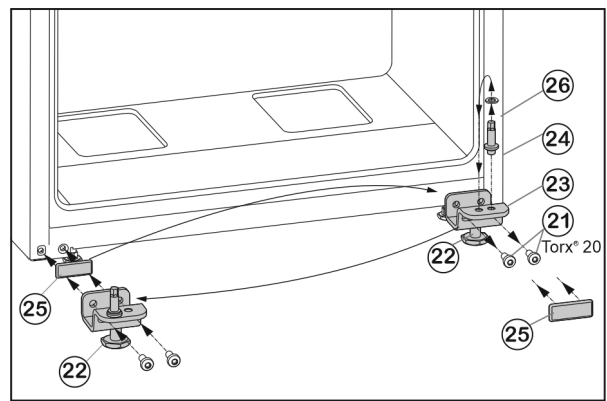

Fig. 7
- ▶ Викрутіть гвинти кріплення Fig. 7 (21).
- ▶ Зніміть нижній опорний кронштейн Fig. 7 (23) разом із гвинтом Fig. 7 (24), шайбою Fig. 7 (26) та установочною ніжкою Fig. 7 (22).
- ▶ Відкрутіть гвинт Fig. 7 (24) разом із шайбою Fig. 7 (26), переставте їх у протилежний отвір опорного кронштейна та знову закрутіть.
- ▶ Обережно зніміть кришку Fig. 7 (25) і переставте її на протилежний бік.
- ▶ Знову прикрутіть нижній опорний кронштейн Fig. 7 (23) разом із гвинтом Fig. 7 (24), шайбою Fig. 7 (26) та установочною ніжкою Fig. 7 (22) на інший бік шарніра (**з моментом 4 Нм**), у разі необхідності скористайтеся акумуляторним гвинтокрутом.
- ▶ Встановіть нижні дверцята згори на опорний гвинт Fig. 7 (24).
- ▶ Вставте середній опорний кронштейн (13) повернувши його на 180°, у нижні дверцята і прикрутіть за допомогою гвинтів кріплення (11) (2 шт. Torx® 20) до нового боку шарніра (**з моментом 4 Нм**).
- ▶ Знову встановіть пластикову шайбу (10).
- ▶ Викрутіть установочну ніжку Fig. 7 (22) на нижньому опорному кронштейні Fig. 7 (23), доки він не буде опиратися на підлогу.